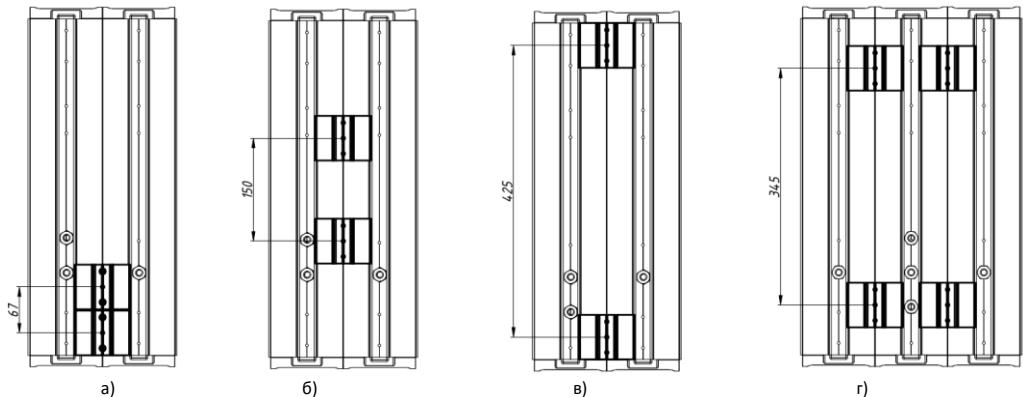

Рисунок 14 – Расположение планок (на примере Element 0,5x2 и 0,5x3) для установки креплений:
5.11.1 Для установки крепления на светильники Element 0,5x2; 0,5x3; 1x2; 1x3 на корпусе предусмотрены Планки соединительные. Перед установкой крепления отрегулируйте положение планок на корпусе в соответствии с отверстиями на устанавливаемом креплении (Рисунок 14).